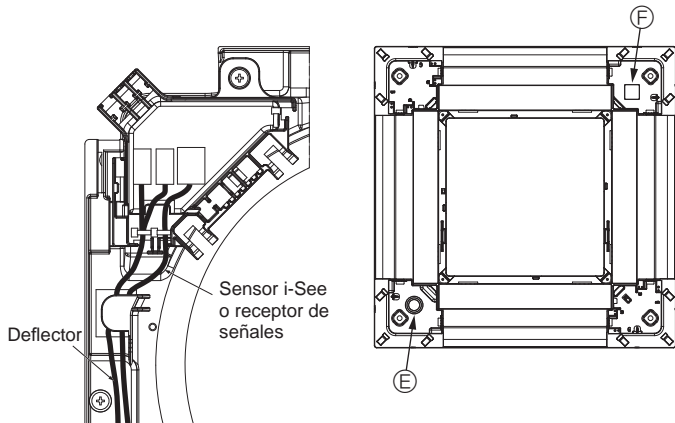

Fig. 6-14
- Coloque los cables del sensor i-See y del receptor de señales como se indica en la Fig. 6-14.